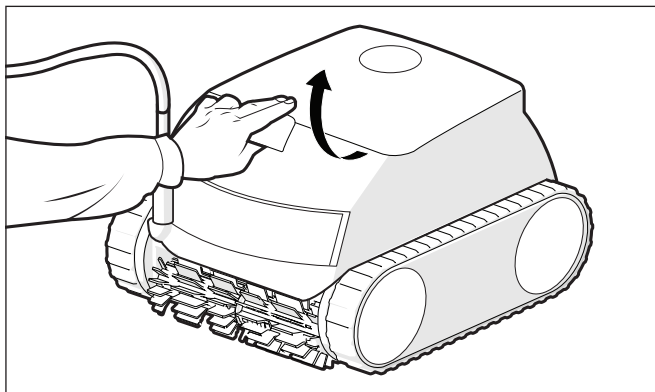

Figure 11. Soulever le couvercle du nettoyeur
- Déverrouillez le couvercle du nettoyeur pour accéder au panier filtrant (Figure 11).